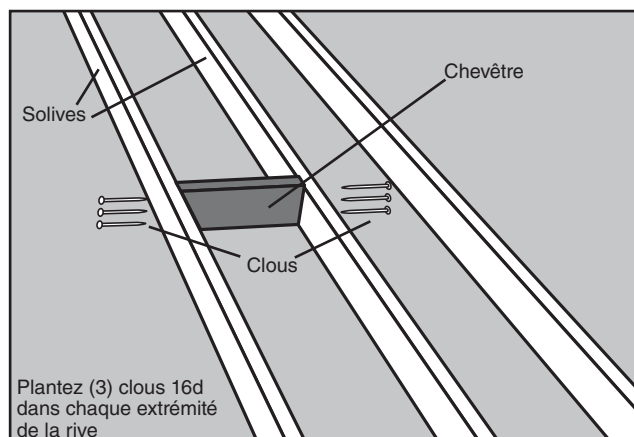

FIGURE 12
- Étape 3.** Placez un de ces chevêtres à une extrémité de votre emplacement choisi (Voyez la Figure 12). Le chevêtre doit s'adapter exactement entre les solives. Placez-le au marteau si nécessaire ; s'il s'avère trop long de 1,6 mm, limez-le. S'il est trop court de plus de 1,6 mm, coupez un autre morceau.
- Étape 4.** Mettez d'équerre la rive par rapport à une solive et plantez (3) clous 16d au travers de la solive pour pénétrer la rive. Vérifiez la perpendicularité et plantez (3) clous 16d au travers de l'autre solive pour pénétrer la rive (Voyez la Figure 12). **Il est très important que le morceau de rive soit d'aplomb verticalement comme d'équerre avec les côtés des solives.**